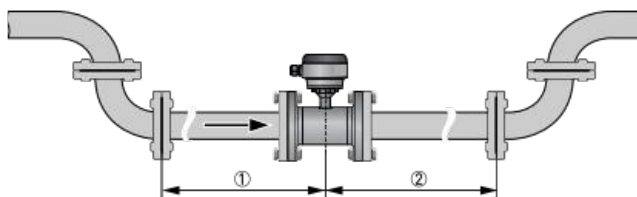
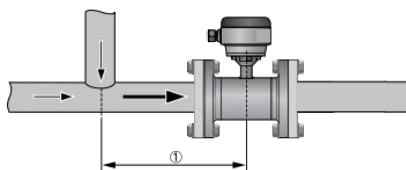

图7-1 建议前、后直管段
图7-3 T 形管示意图
如图 7-2 所示，流量计前存在二维弯头时，图 7-1 中①所示“前直管段”长度为 5 倍 DN，②所示为“后直管段”长度为 2 倍 DN。
如图 7-2 所示，流量计前存在三维弯头时，图 7-1 中①所示“前直管段”长度为 10 倍 DN，②所示为“后直管段”长度为 2 倍 DN。
如图 7-3 所示，流量计前存在 T 型管时，图 7-1 中①所示“前直管段”长度为 10 倍 DN，②所示为“后直管段”长度为 2 倍 DN。